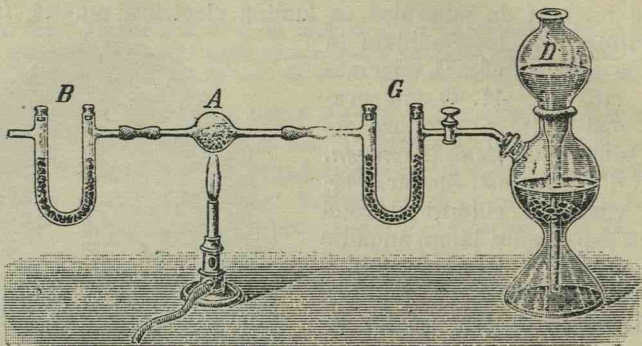

Fig 42. Reducerea oxidului de fer prin hidrogen la cald.
**Experiență.** Intr'o țevă de sticlă, în umflătura *A*, punem câteva grame de *oxid de fer* în praf. Punem câte un tub în *U* umplut cu *clorură de calciu*, în cele două capete ale tubului *A*. Legăm printr'un tub de cauciuc tubul *G* cu aparatul *Kipp*, fig. 42 Deschidem robinetul dela aparat. Hi-